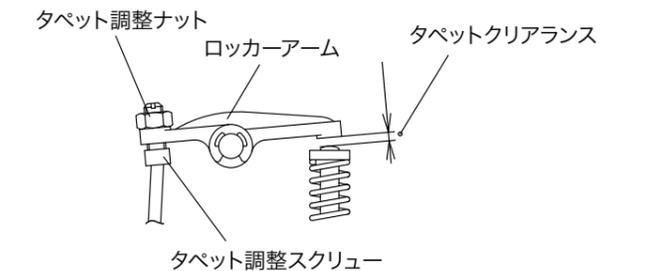

図2
- タペットクリアランス(図2)は出荷時に調整してありますので、最初はそのままブレークインを行ってください。